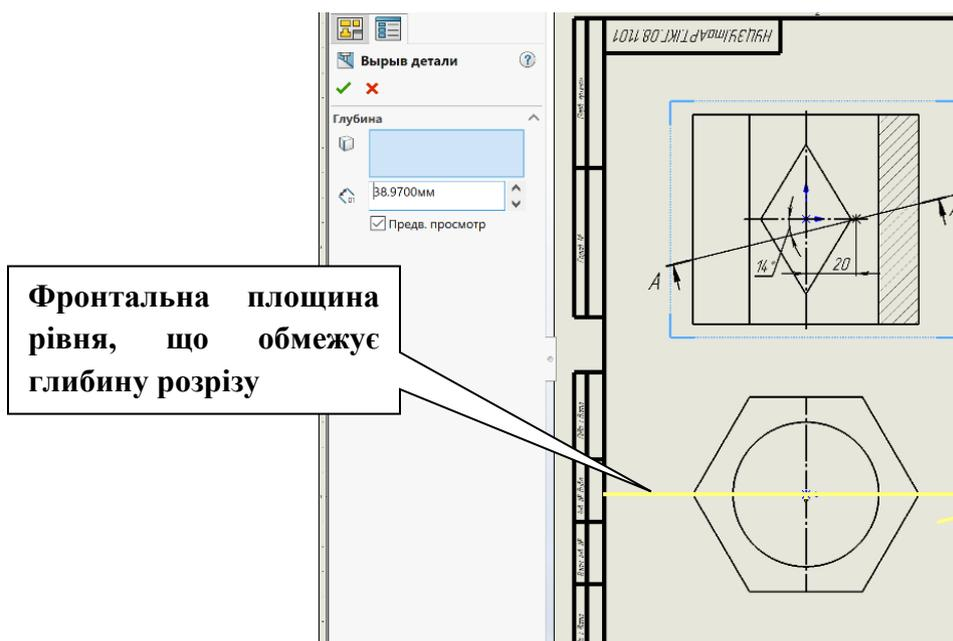

Рисунок 4.17 – Побудова фронтального розрізу
- на вкладці **Кресленик** обрати команду **Вирив деталі**  вказати глибину розташування січної площини (рис. 4.17).